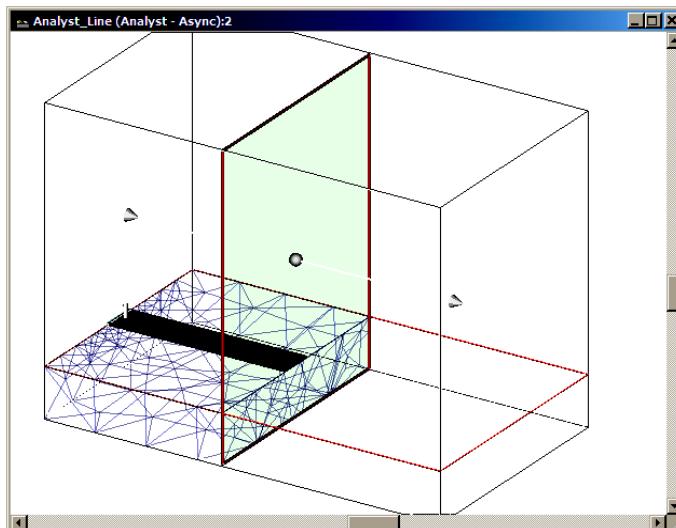

Рис. 40
- Щёлкните по кнопке **Use Cut Plane** на панели инструментов. Часть структуры до плоскости вырезки будет удалена (рис. 40).